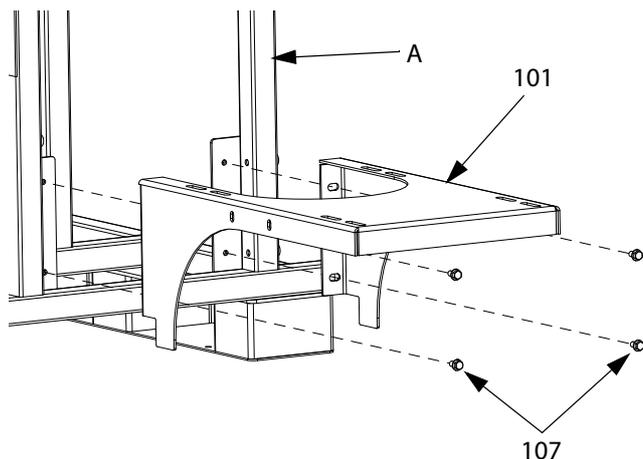

Рис. 3. Боковые части рамы
1. Монтаж бункеров (D) по бокам рамы (A). См. Рис. 3.
- а. Прикрепите главный кронштейн (101) к раме (A) с помощью винтов (107).